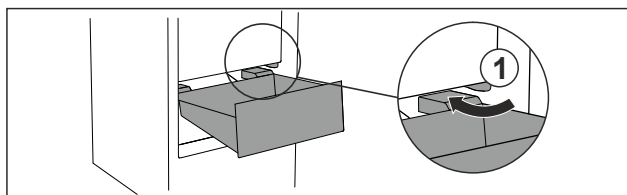

Fig. 105
- Umetnite ladicu koso oko zaustavljača Fig. 105 (1).